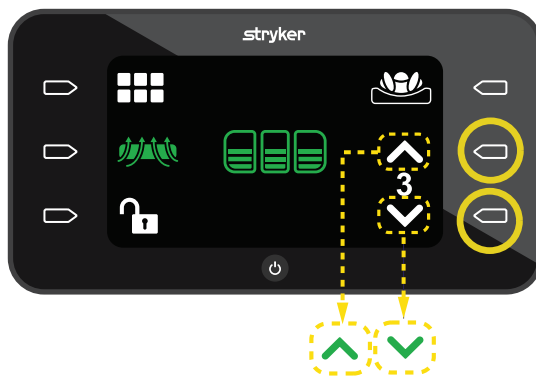

Figure 12 – Mode statique activé
3. Appuyer sur le bouton d'action en regard de la flèche **vers le haut** ou **vers le bas** pour augmenter ou diminuer le niveau de pression statique de 1 à 5 (Figure 12).